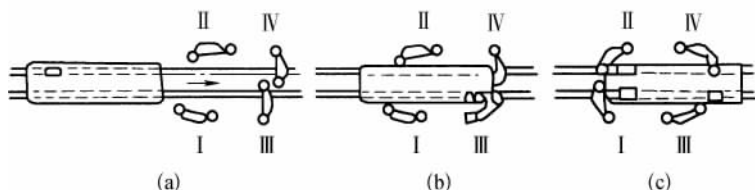

图 1-3 汽车滚刷动作示意图
(1) 基本结构 滚刷式低压清洗设备由电动机、低压水泵、管路、喷嘴、滚刷及清洗台等组成。
(2) 清洗方法 图 1-3 是四刷式清洗机的工作原理示意图。当汽车驶入自动化清洗站时,打开门形架上的喷嘴,开始喷水淋湿车身。汽车车头驶近 I、II 滚刷时, I、II 滚刷转动出水;车头通过